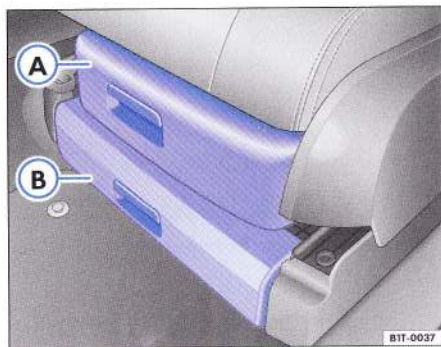

Fig. 82 Sub scaunele din față: Sertar opțional (A) și compartiment standard (B).
Sertarul55) ⇒ fig. 82 (A) se trage în față.